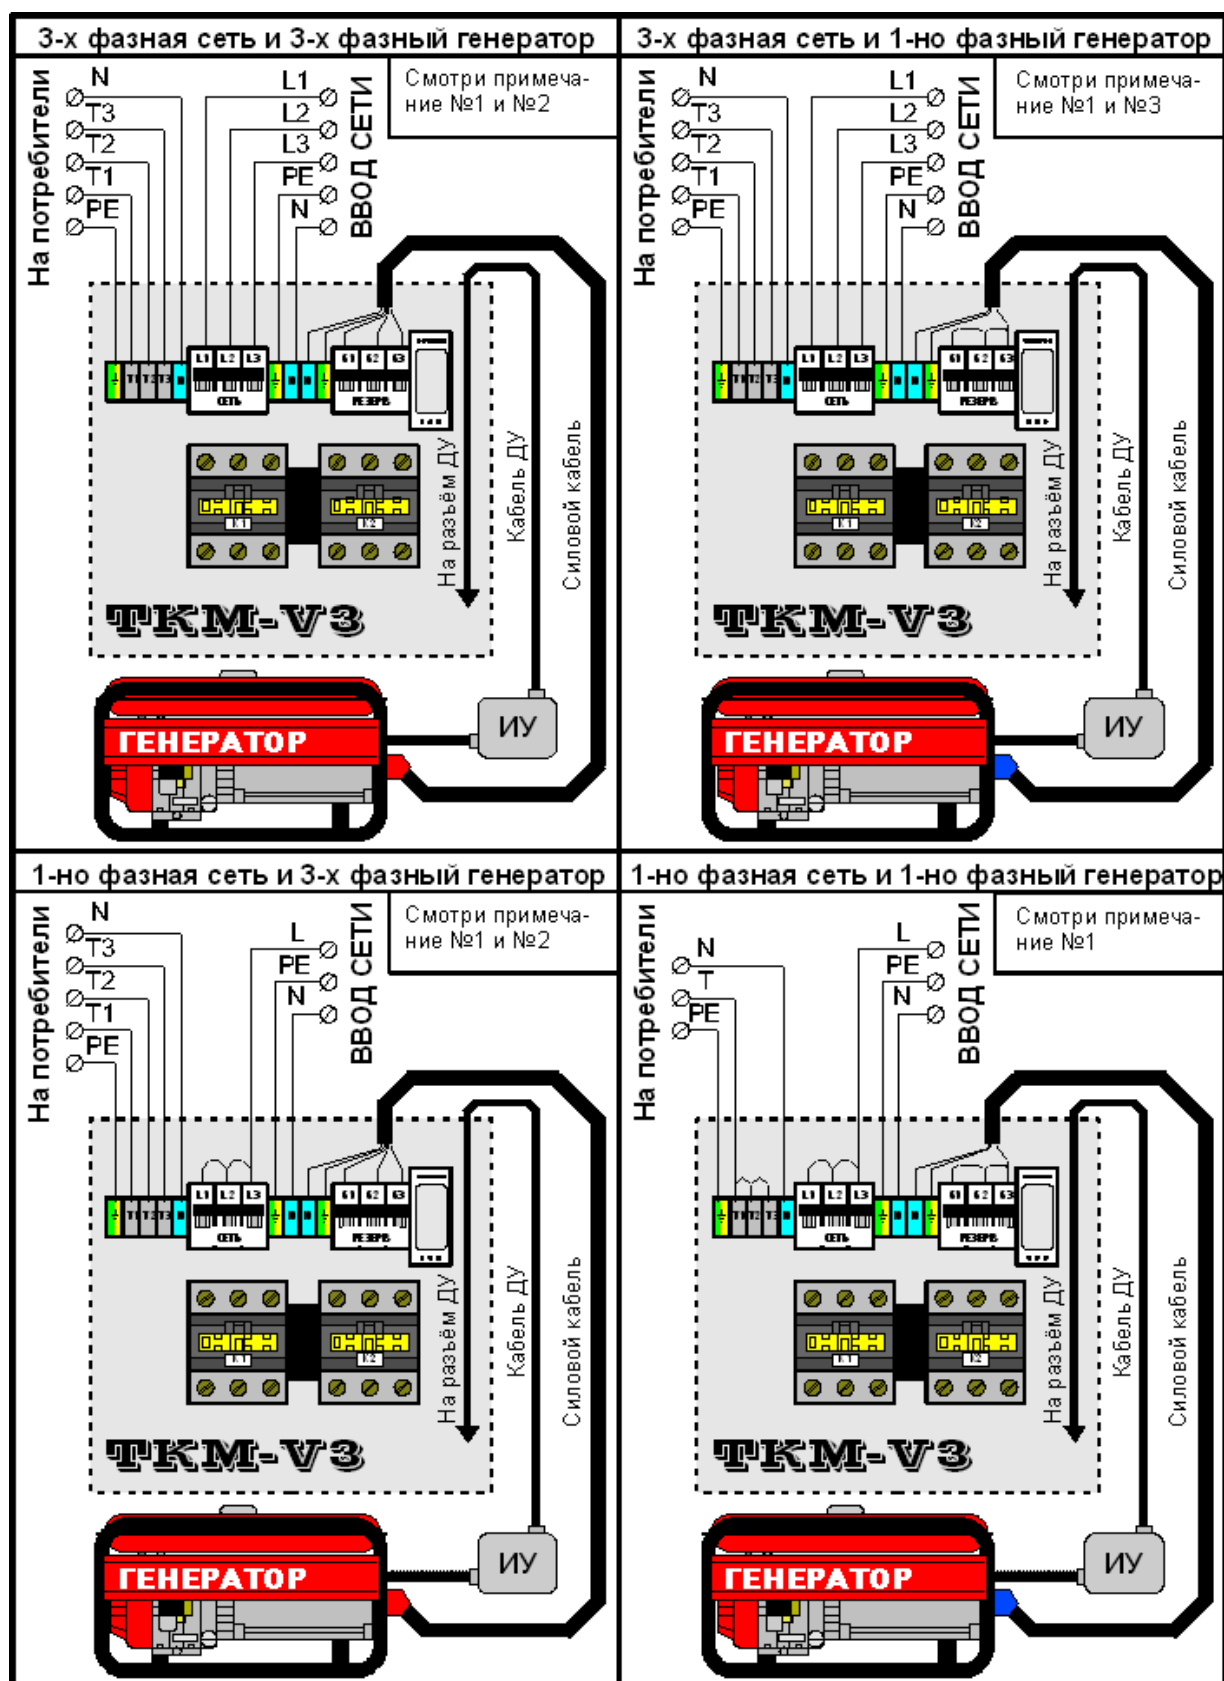
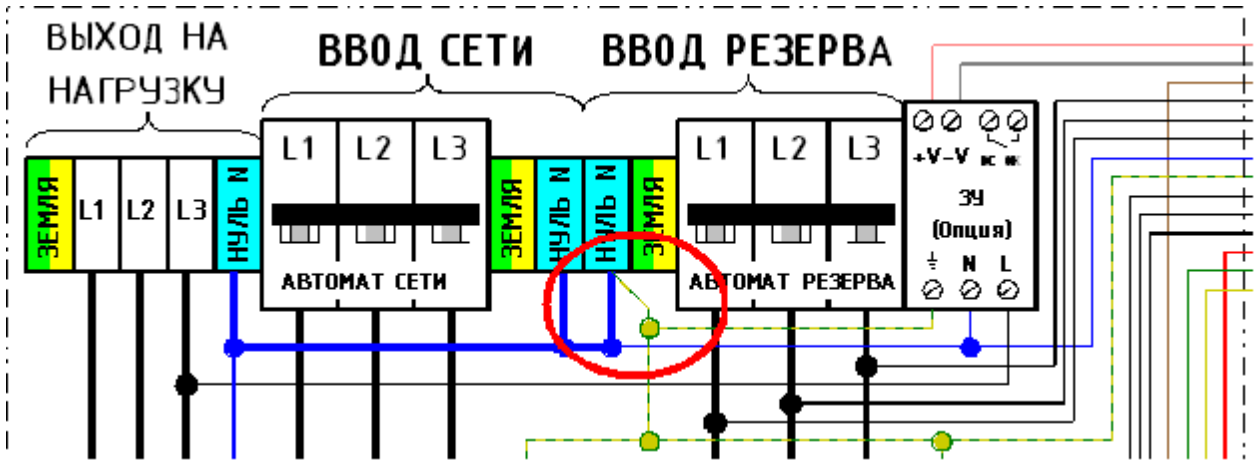

Рис.4. Варианты подключения силовых цепей блока ТКМ-V3.
Рис.5. Перекоммутация в шкафу (в варианте А, на рис.3) при отсутствии линии заземления (РЕ).
11. Подсоедините резервируемую линию (потребители) и ввод сети. Выбор варианта подключения в зависимости от количества фаз показан на рис.4. **Обязательно подключите заземление!!! Если производится подключение по варианту А (на рис.3), а линия заземления недоступна, произведите перекоммутацию провода заземления так, как показано на рис.5.**
Примечания к рис.4: